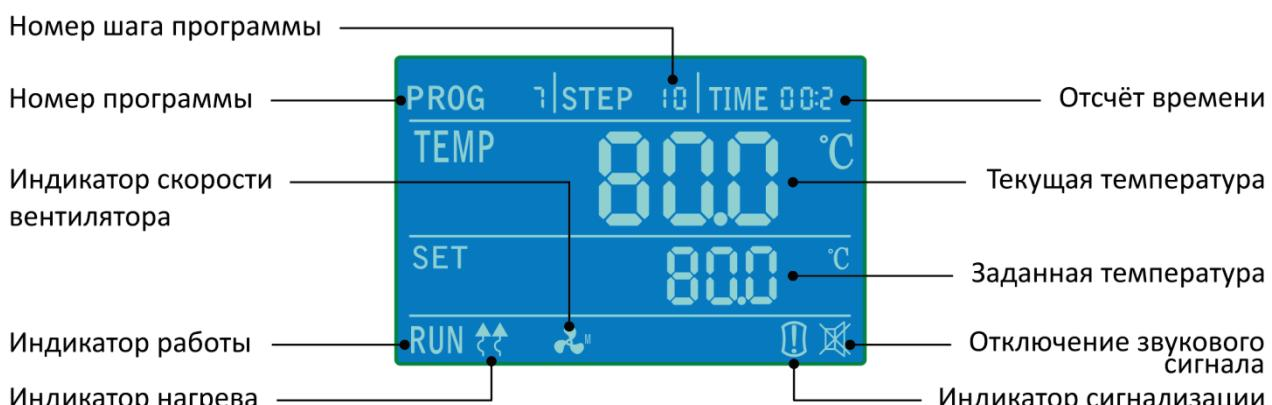

Рисунок 2
- 8.2.1. В режиме ожидания или во время рабочего цикла, один раз коротко нажать кнопку «**УСТ. / ПРОГ.**». На дисплее начнут мигать слово «**PROG**» и номер программы (Рисунок 2).